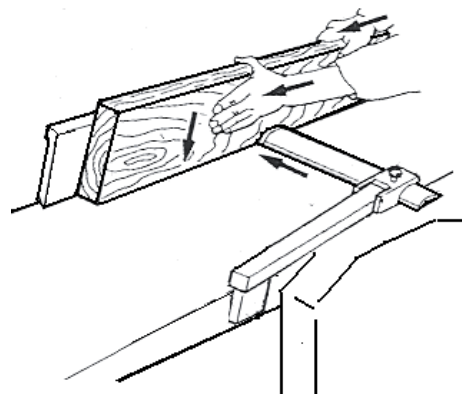

Рис. 12
- Настроить ограждение режущего блока на ширину обрабатываемой детали (Рис. 12).